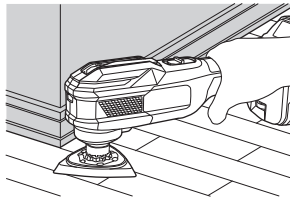

图16
- (1) 打开设备，使用转盘设置应用工具的速度。（图16）
- (2) 将涂抹工具轻轻放在材料上，并以不减慢运动的速度来回移动涂抹工具。（图16）